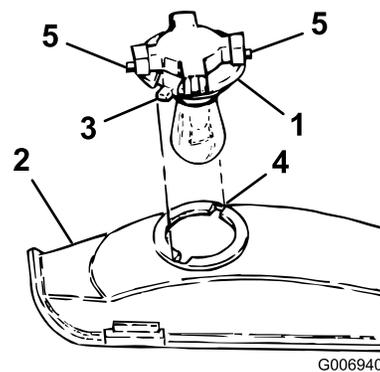

Bild 53
3. Drehen Sie die Birnenfassung um 1/4 Umdrehung nach links und nehmen die Birne aus dem Reflektor heraus (Bild 53).
4. Richten Sie die Zungen an der Birnenfassung (Bild 53) mit den Schlitzlöchern im Reflektor aus, setzen die Birnenfassung in den Reflektor ein und drehen Sie die Birne nach rechts um eine 1/4 Umdrehung bis zum Anschlag.